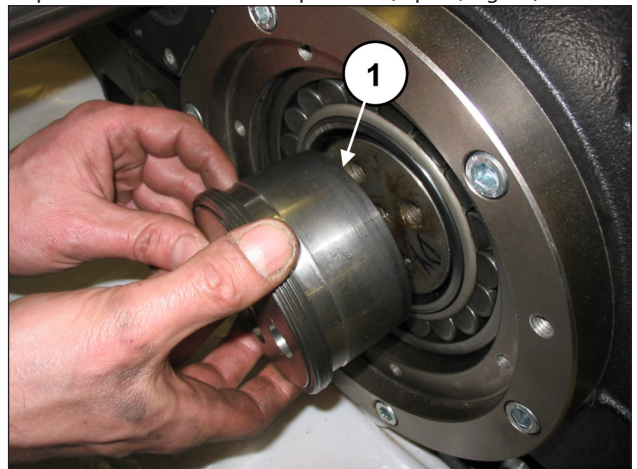

Fig. 20
Déposer les deux douilles de pression (rep. ①, Fig. 20).